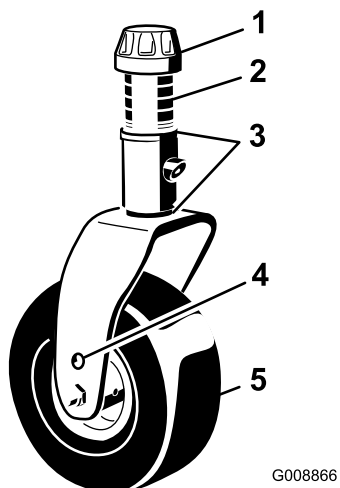

Рисунок 29
- Отрегулируйте количество 3-миллиметровых регулировочных прокладок на вилке (вилках) передних поворотных колес так, чтобы высота скашивания соответствовала указанному на наклейке значению (Рисунок 29); см. Регулировка высоты скашивания \(страница 30\).